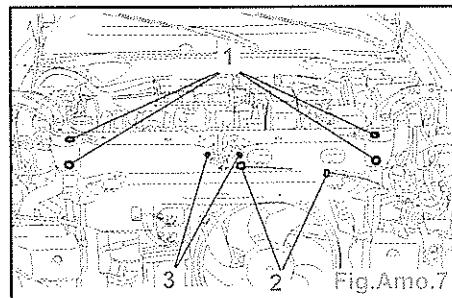

Fig.Amo.7
- Déposer (Fig.Amo.7) :
- les clips (2),
- les vis (3),
- les vis (1).